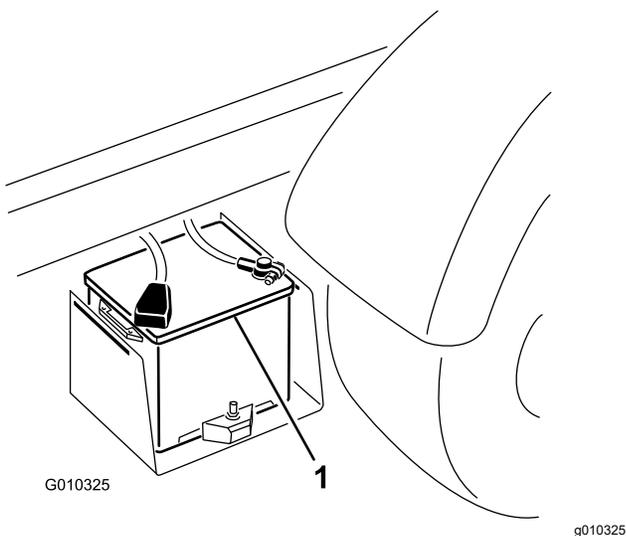

Рисунок 43
2. Соедините кабелем для запуска от внешнего источника положительные штыри двух аккумуляторов (Рисунок 43).